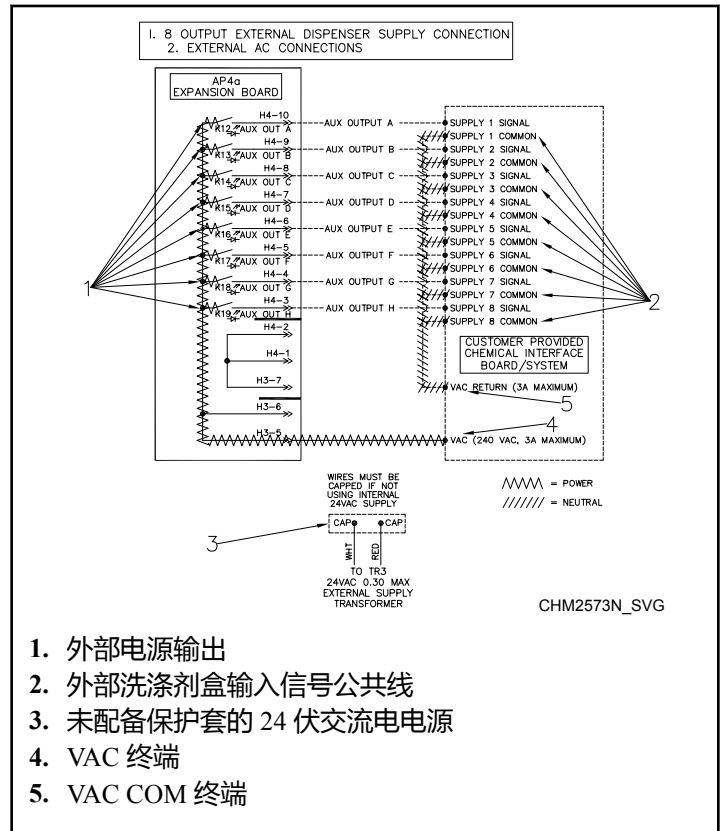
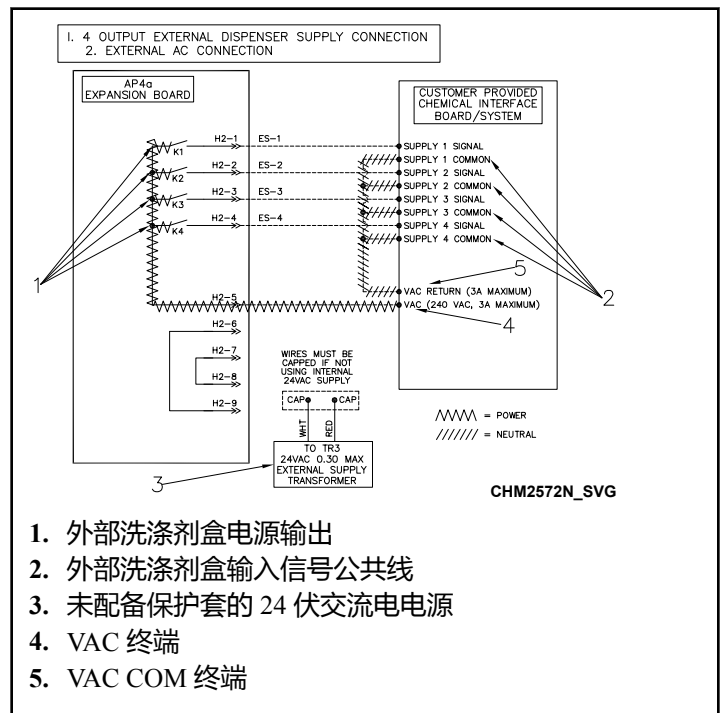

图 46
图 47
2. 将外部电源的一端接至“RELAY COM”(继电器组件), 另一端接至外部洗涤剂盒输入信号公共线。参见图 46 和图 47。